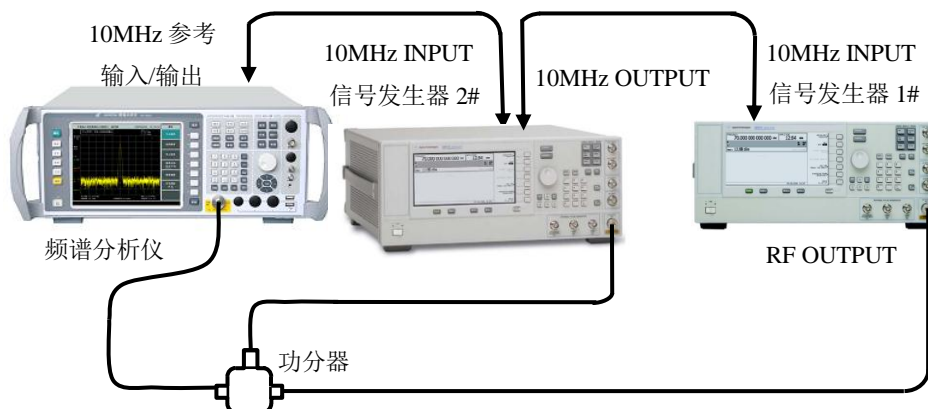

图 6-2 频宽准确度测试设置
- 1) 如图 6-2 连接仪器，频谱分析仪为两台合成信号发生器提供频率参考。